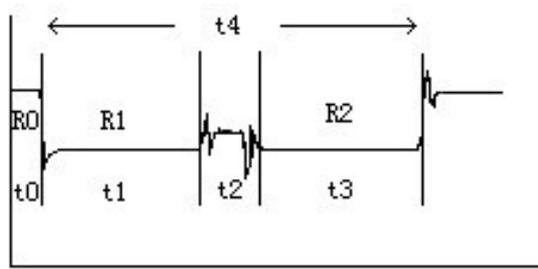

图5
3. 启动有载开关, 当听到有载开关动作对触头进行切换的声音时阻值随之发生变化。仪器将自动搜索到过渡波形, 并显示在屏幕上。用四组光标移动键调整光标位置到波形串联、并联、串联的明显转折处。按“相序选择”键选择调整A、B、C三项, 光标调节好后显示屏上将直接显示出波形时间和电阻值。各段参数的意义如图5所示, R_1 和 R_2 是过渡电阻值, T_0 是三相同期, T_2 是桥接时间, T_4 是过渡时间。处理好三项的参数后, 就可按“打印”键进行打印。这时打印的图纸包括波形和处理的参数值。
波形要人工查找放大。上面所讲述槽作指南中的测试是自动方式的测试过程，下面简单介绍一下手动方式的测试过程。设置为手动方式后，按“测试”键仪器显示“正在充电”，同时可见到屏幕显示正在刷新的三条波形线，待显示波形呈直线状态且数值相对稳定时（注：这是一个充电过程）。启动有载开关，当听到有载开关动作对触头进行切换的声音时，阻值随之发生变化，采集的波形也发生小跳变。结束测试后显示的画面就是所测开关一次调压的全部动作过程。此时可通过按“↑”“↓”键把小跳变的波形移动到显示屏上部，按“确认”键把波形长度放大到比例适中即可。按“退出”键改变幅度比例适中即可，这样可人工寻找出开关切换波形。找到波形后，按“处理”键移动光标到“参数查阅”处按“确认”键则仪器将显示经平滑处理后的波形。用四组光标移动键调整光标位置到波形串联、并联、串联的明显转折处。按“相序选择”键选择调整A、B、C三项，光标调节好后显示屏上将直接显示出波形时间和电阻值。各段参数的意义如图5所示，处理好三项的参数后，就可按“打印”键进行打印。这时打印的图纸包括波形和处理的参数值。